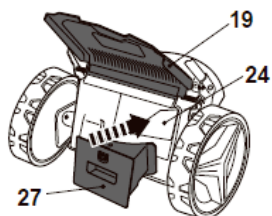

Fig. 14
1. Ouvrir le déflecteur arrière (19), le maintenir en position et introduire l'insert de paillage (27) dans la goulotte d'évacuation arrière (24) (Fig. 14). S'assurer que le bouton de déverrouillage (27a) émet un clic.